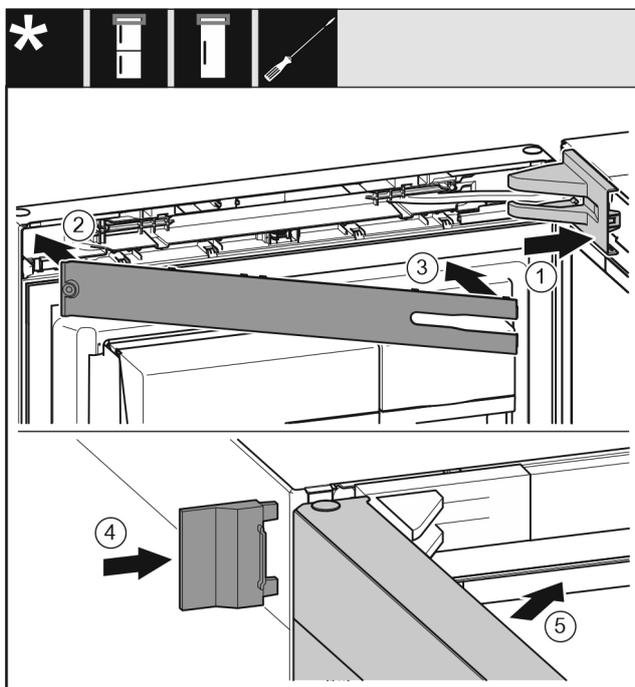

Fig. 51
- ▶ Sett på lagerdekslet og la det klikke på plass, ev. trykk det forsiktig fra hverandre. Fig. 51 (1)
- ▶ Sett på deksel. Fig. 51 (2)
- ▶ Sving inn dekslet og heft det fast. Fig. 51 (3)
- ▶ Skyv på det ytre dekslet. Fig. 51 (4)
- ▶ Lukk den øvre døren. Fig. 51 (5)